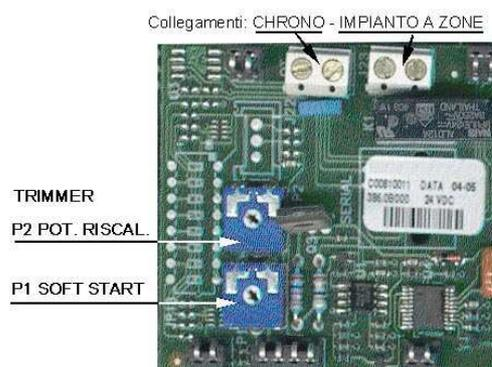

Figura 2-23 Scheda Modulino
4. con un cacciavite di piccolo taglio agire sui due trimmer P1 (Step apertura valvola gas) e P2 (Potenza max Riscaldamento) sulla Figura 2-23 Scheda Modulino: